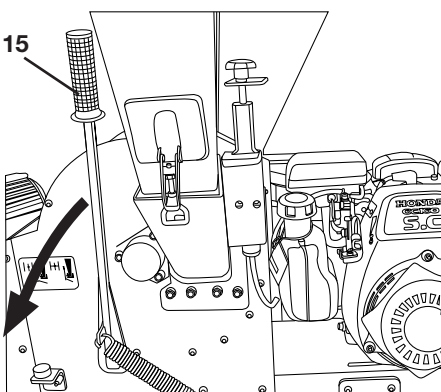

Bild 11
Dazu muss der seitliche Verstellhebel (15) nach unten geschwenkt werden (siehe „Bild 11“).